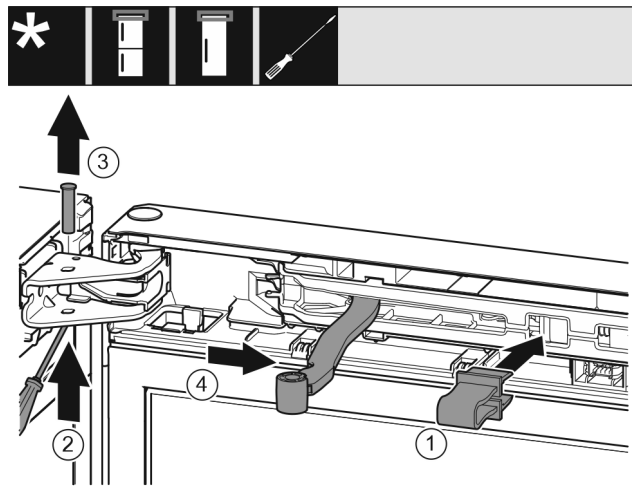

Fig. 10
- Fixați în poziție siguranță Fig. 10 (1) în deschizătură.
- Scoateți prin glisare bolțul Fig. 10 (2).
- Extrageți în sus bolțul Fig. 10 (3).
- Rotiți articulația Fig. 10 (4) în direcția ușii.